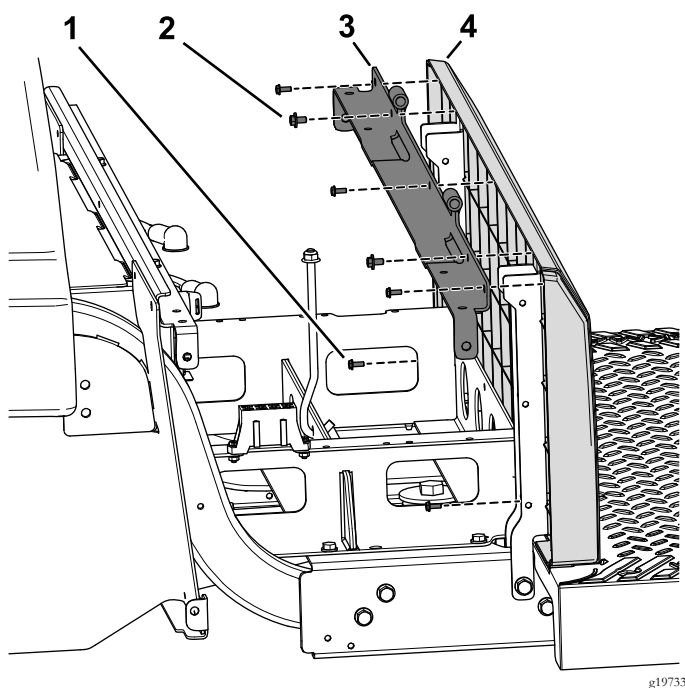

Figura 86
asiento a los soportes izquierdo y derecho del asiento (Figura 86).
6. Utilice los 5 tornillos (Nº 10 x 1/2") para sujetar el panel trasero al soporte biselado y a los soportes del asiento (Figura 86).